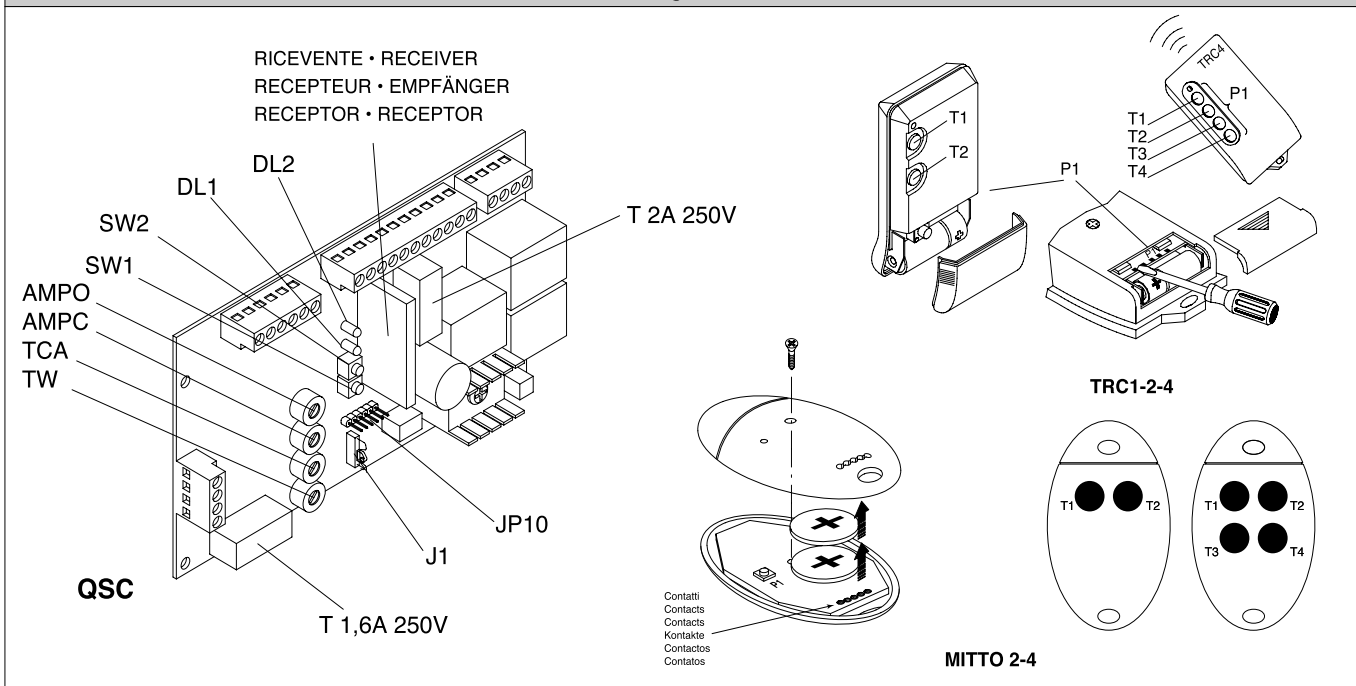

Fig. 18
14) UNIPRO UNIVERSAL PROGRAMMER (Fig.18/19)